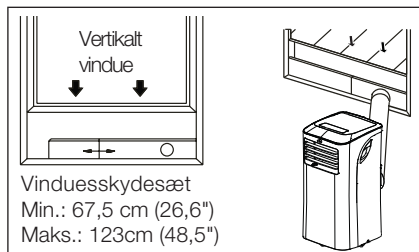

Fig. 8
5. Fastgør adapteren B til vinduesskydesættet, og forsegl det. (fig. 8 og 9)